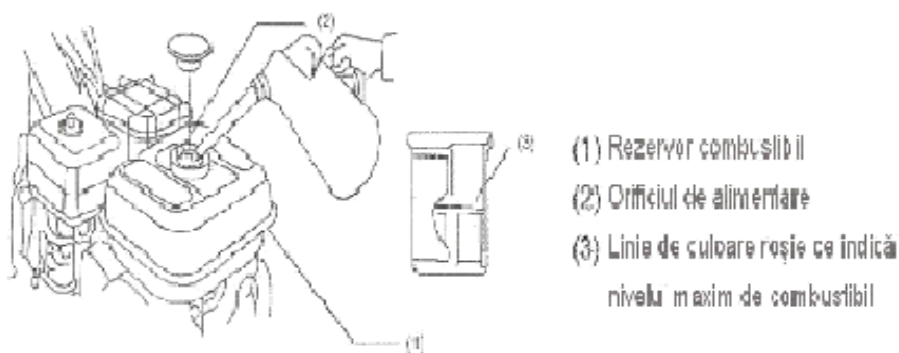

Figura 2-2
2.2 Verificați nivelul combustibilului: (Figura 2-2)